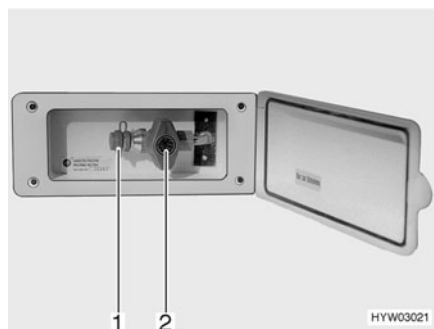

Fig. 131 Toma exterior de gas, válvula de paso de gas cerrada
La toma externa de gas (Fig. 131) está, en función del modelo, en la parte trasera o en el lado izquierdo o derecho del vehículo.
- Conectar el aparato de gas externo en el punto de conexión (Fig. 131,1).
- Abrir la válvula de paso de gas (Fig. 131,2).